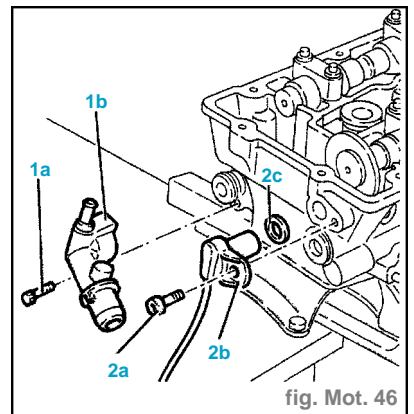

fig. Mot. 46
- Desserrer la vis (1a) puis déposer le raccord de sortie du liquide de refroidissement au niveau de la culasse (1b) (fig. Mot. 46).